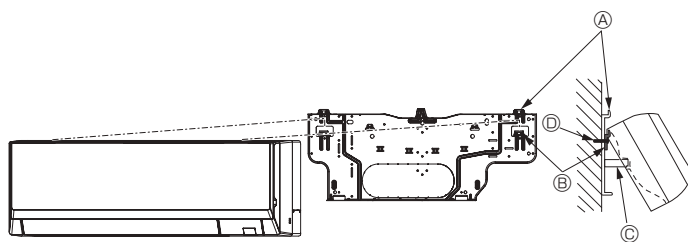

Fig. 3-14
- Si l'appareil intérieur ne peut être suspendu et soulevé à l'aide du crochet classique (la dimension de 2.1. ③ (espacement entre le plafond et l'appareil) est de 75 mm, 2-15/16 in. ou moins), suspendez l'appareil sur le crochet inférieur du tuyau gauche. (Fig. 3-14)
#### (Fig. 3-14)